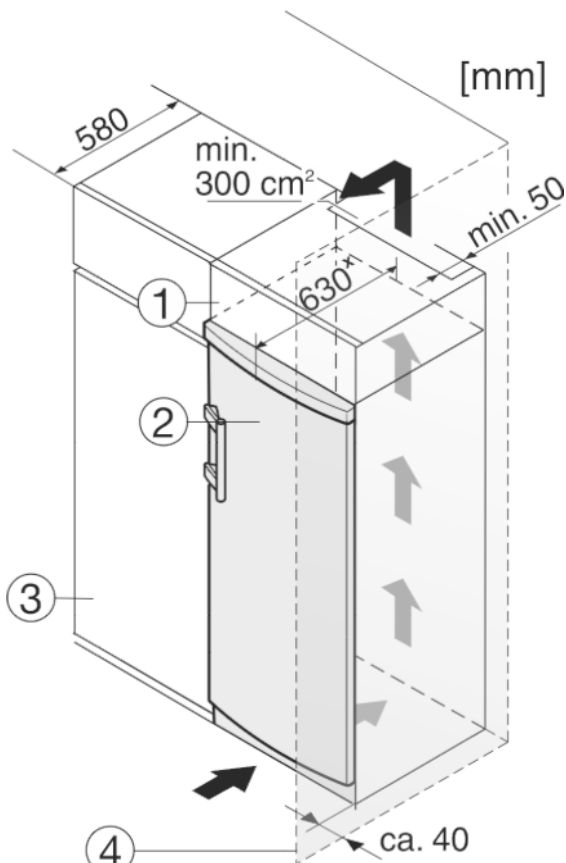

Fig. 9
Das Gerät kann mit Küchenschränken umbaut werden. Um das Gerät Fig. 9 (2) der Küchenzeilenhöhe anzugleichen, kann über dem Gerät ein Aufsatzschrank Fig. 9 (1) angebracht werden.
Beim Umbau mit Küchenschränken (Tiefe max. 580 mm) kann das Gerät direkt neben dem Küchenschrank Fig. 9 (3) aufgestellt werden. Das Gerät steht seitlich 34 mm2 und in der Gerätemitte 50 mmx gegenüber der Küchenschrankfront vor.
Wenn das Gerät mit den Scharnieren neben einer Wand Fig. 9 (4) aufgestellt wird, muss der Abstand zwischen Gerät und Wand mindestens 40 mm betragen. Dies entspricht dem Griffüberstand bei geöffneter Tür.